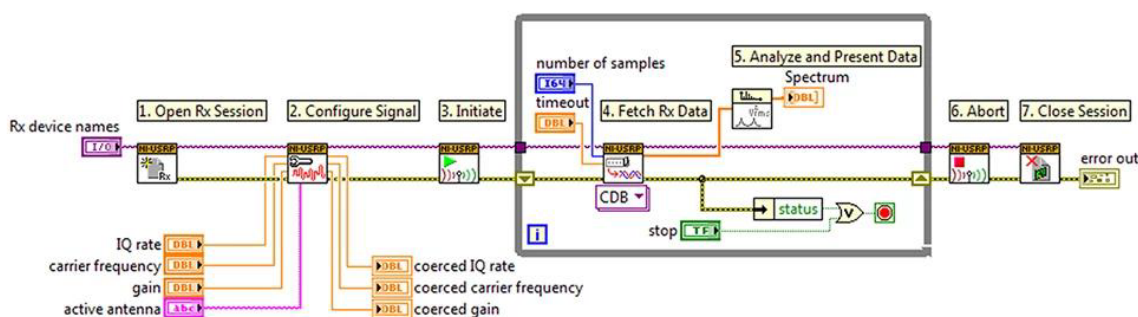

图 12. 具有 NI-USRP 驱动程序 API 的 LabVIEW 屏幕的结构框图
- ◆ 开发示例：图 12 为具有 NI-USRP 驱动程序 API 的 LabVIEW 屏幕的结构框图。